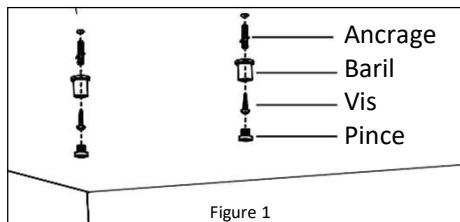

Figure 1
2. Localisez la trousse d'assemblage pour le montage suspendu. Dévissez la pince du baril. *Reportez-vous à la Figure 1*.